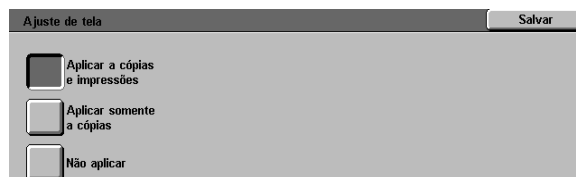

Figura 51: tela Ajuste de tela
- Para Ajuste de tela, toque na caixa que indique a aplicação apropriada para o ajuste, conforme ilustrado na Figura 51.